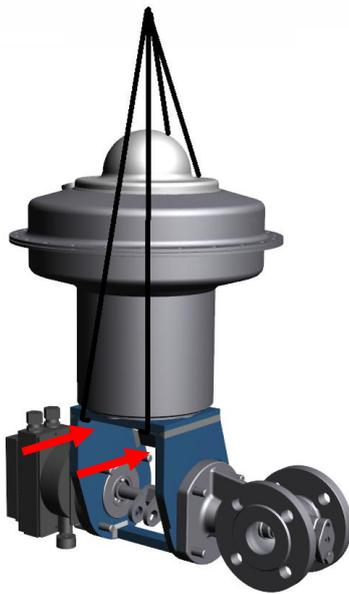

Abb.6/Fig.6
Hebebänder an der Konsole, wie in der Abb.6 befestigen!
Fasten the lifting straps to the bracket, as in fig.6.
**Achtung!** Antriebe Typ MN dürfen nur in senkrechter Stellung (nach oben gerichtet) wie in Abb.6 eingebaut, transportiert (gehoben) oder gelagert werden.
**Attention!** Actuators type MN may only be installed, transported (lifted) or stored in vertical positions (upwards) as in fig.6.